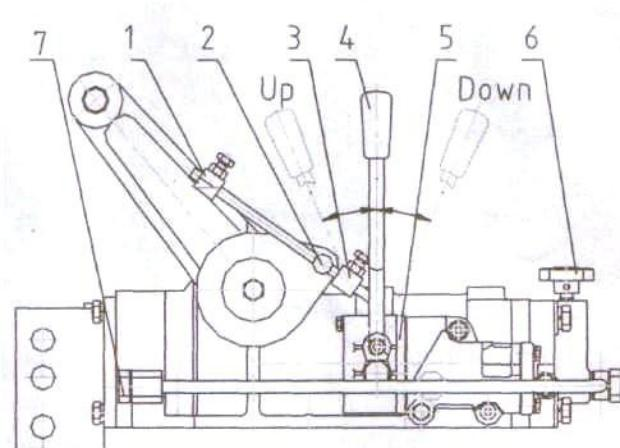

Рис. 3. Гидравлический подъемник.
- Подъем и опускание сельскохозяйственного оборудования (Рис. 3). Переместите рычаг управления вперед - и присоединенное оборудование опуститься. Установите блокиратор опускания в соответствующем положении таким образом, чтобы штепсель (2) соприкоснулся с блокиратором опускания (1), когда оборудование опущено на желаемое рабочее опущенное положение, потяните быстро назад ручку управления в нейтральное положение, чтобы оборудование осталось на желаемой рабочей высоте. Когда необходимо поднять оборудование, просто переместите рычаг (4) назад и оборудование будет подниматься до тех пор, пока штепсель (2) не соприкоснется с блокиратором подъема (3) и переместите рычаг в нейтральное положение. Различную высоту подъема можно достичь, если фиксатор подъема (3) закреплен в различных положениях. Если рабочую высоту необходимо достичь во время работы, необходимо немного переместить рычаг вперед-назад, чтобы достичь желаемого результата. Пожалуйста, запомните, что рычаг управления должен находиться в нейтральном положении сразу же после регулировки. Если необходимо отрегулировать скорость подъема, открутите или закрутите слегка ручное колесико на гидравлическом стопорном клапане (6).